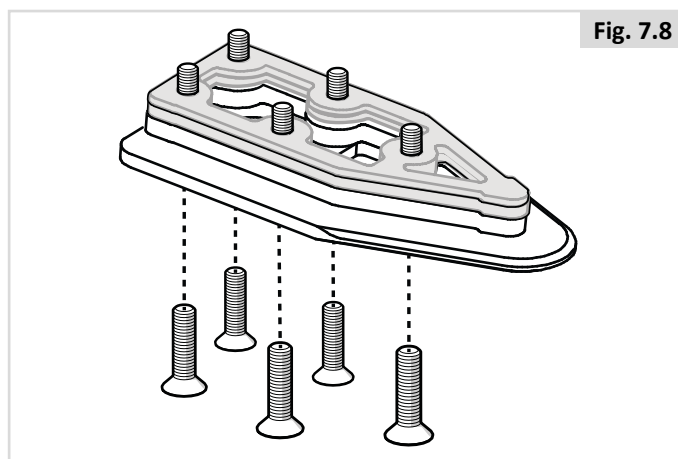

Fig. 7.8
3. Insira os cinco parafusos através da placa de fixação, o espaçador de 8 mm obrigatório e os espaçadores opcionais selecionados (cinzento na imagem) (Fig. 7.8).